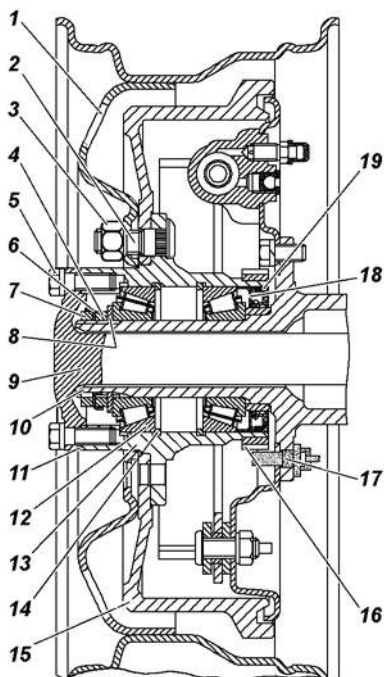

Рис. 9.20. Ступица заднего колеса:
2. Снимите колпак колеса. Демонтируйте полуось 9 (рис. 9.20) заднего моста или ведущий фланец у переднего моста.